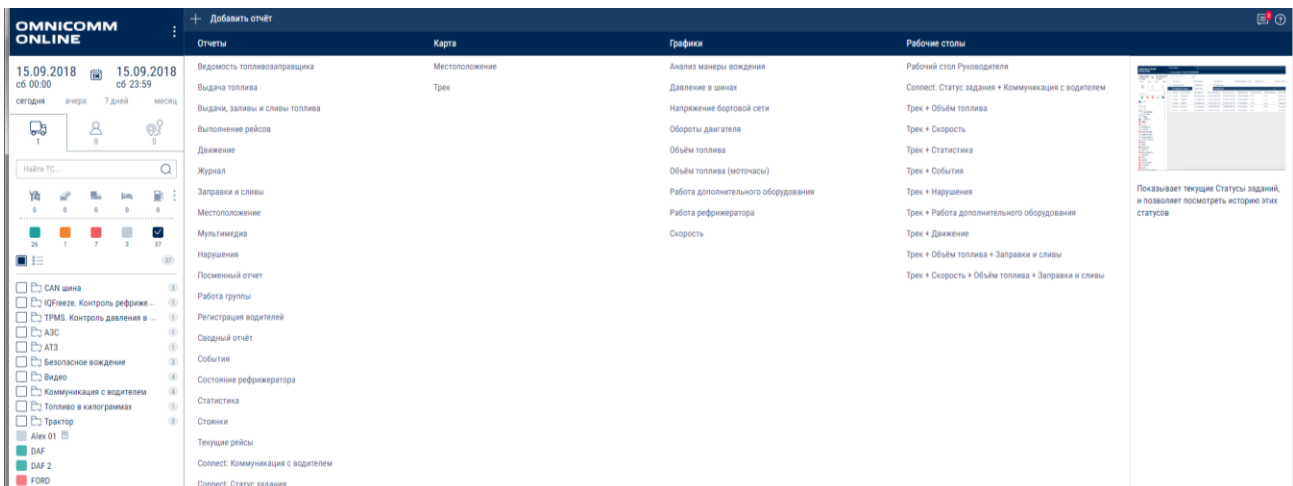

Рисунок 1.29 – Вкладка **Добавить отчет**
23. Перейдите на вкладку **Добавить отчет**  и просмотрите дополнительную информацию (рисунок 1.29).